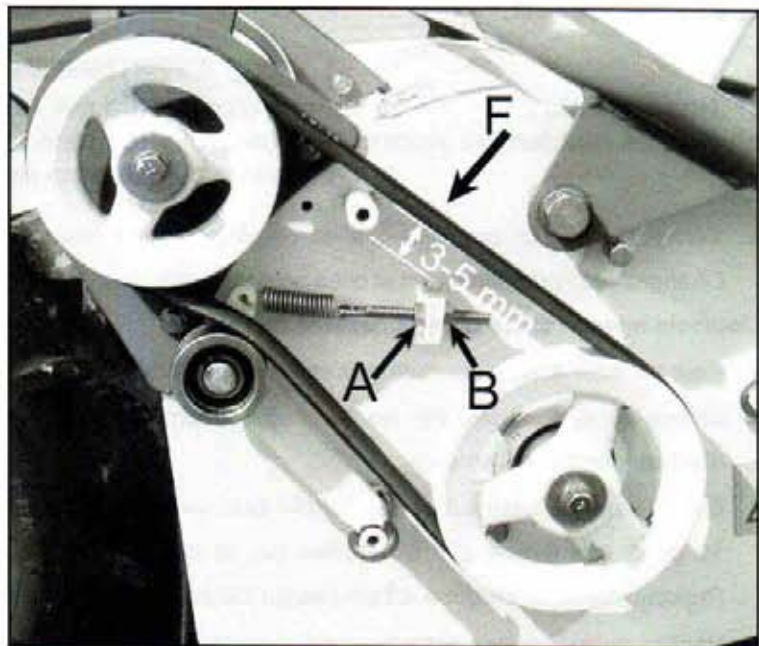

Figure 28
- Quand vous appuyer sur cette courroie avec un doigt (figure 28, repère F) la flèche doit être comprise entre 3 et 5 mm (figure 21).
- Si la courroie est trop tendue, dévissez le contre écrou A (figure 28). Dévissez l'écrou B (figure 28) jusqu'à obtenir la flèche correcte.
- Si la courroie n'est pas assez tendue, dévissez le contre écrou A (figure 28). Vissez l'écrou B (figure 28) jusqu'à obtenir la flèche correcte.